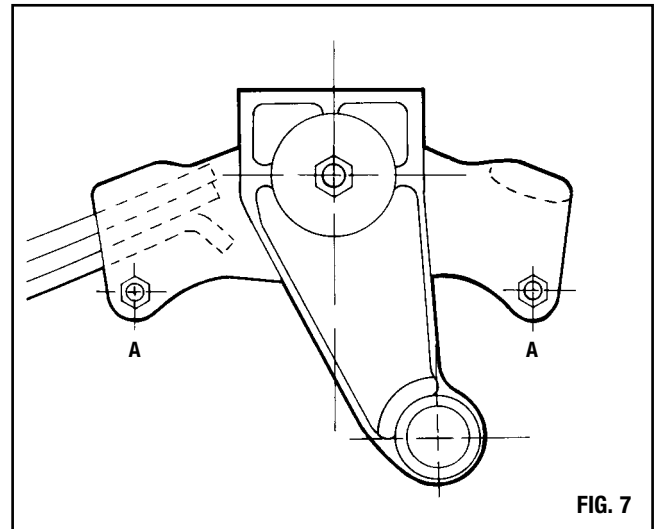

FIG. 7
Positionner les axes de retenue de ressort (A) et les écrous dans le support de balancier (Fig. 7) et serrer. Répéter la même opération pour l'essieu arrière.